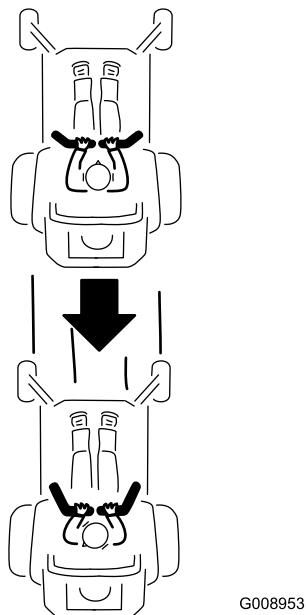

Figura 24
2. Para ir hacia atrás, mire hacia atrás y tire lentamente de las palancas de control de movimiento hacia atrás (Figura 24).